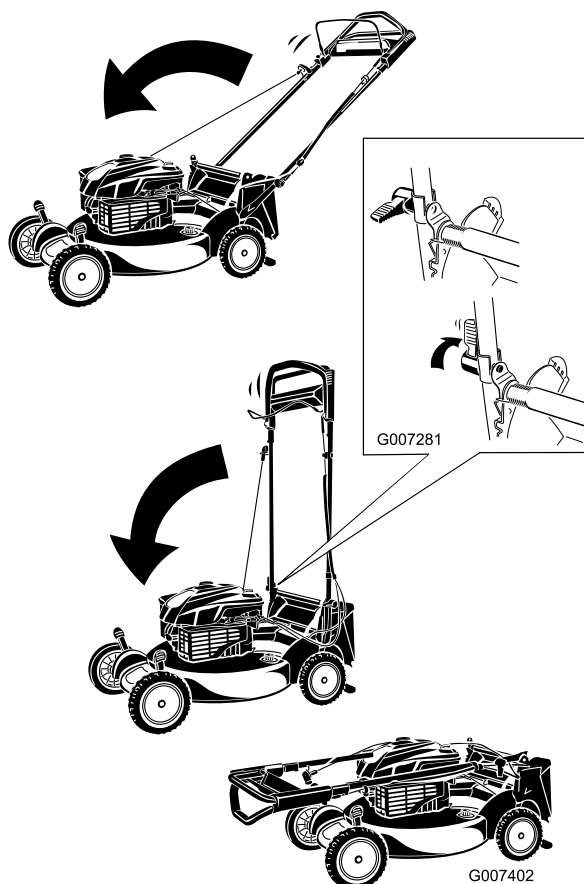

Figura 43
1. Doble el manillar hacia adelante (Figura 43).